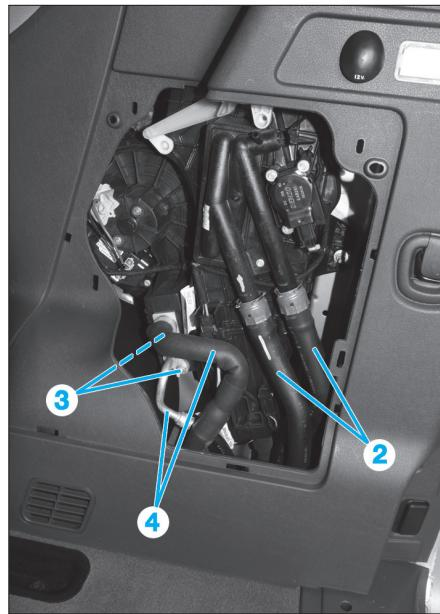

Fig. 16
- les agrafes de verrouillage des durits (2) (Fig.16).
- Désaccoupler les durits (2).
- Déposer les écrous de maintien (3) des conduits (4).
- Désaccoupler et écartez les conduits (4).